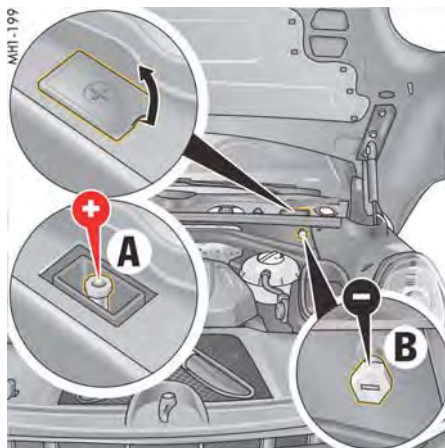

図168: バッテリー端子
- ▶ ジャンパー・ケーブルによるエンジン始動時は、黒色のマイナス・ケーブルを絶対にバッテリーへ直接接続しないでください。必ず充電器の黒色のマイナス・ケーブルをアース箇所（マイナス端子）B (230ページ：図168)に接続してください。